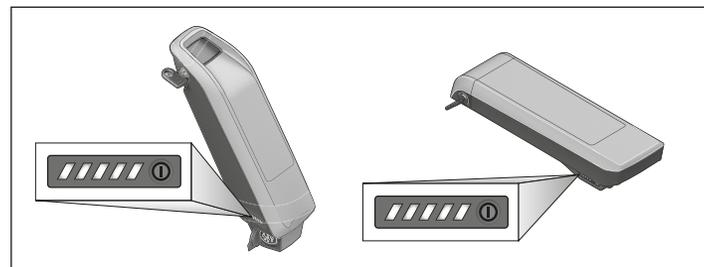

Abb.: B-3 Position der Ladeanzeige und Taste ① am Rahmenakku (links) und am Gepäckträgerakku (rechts).
Der Akku ist an der linken Seite mit einer Ladeanzeige ausgestattet (siehe Abb.: B-3).
1. Drücken Sie die Taste **ⓘ** auf dem Akku (siehe *Abb.: B-3*).